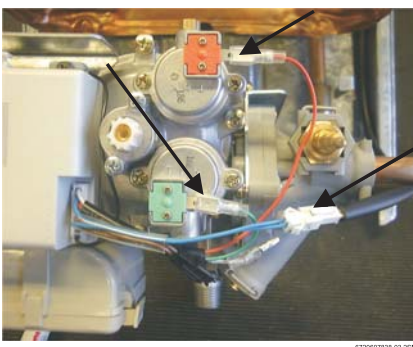

Bild 3
- ▶ Die restlichen stecken abbauen Ventil und Zündbrenner, Mikroschalter und Abgasüberwachung (Bild 3).